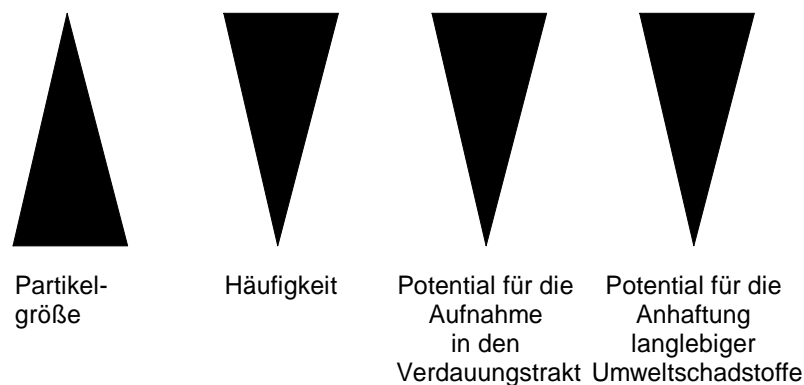

Abb. 2: Bedeutung von Mikroplastik für die Umwelt²
- 2.1 Begründen Sie mithilfe von Abbildung 2, weshalb kleine Kunststoffpartikel eine größere Umweltgefahr darstellen als große! [3 BE]